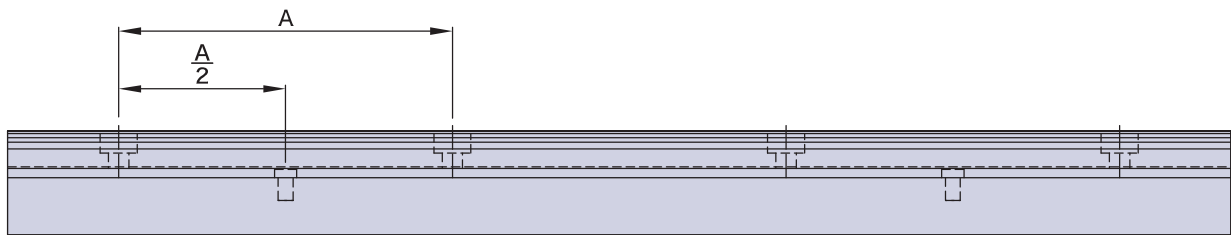

図1.3 ノックピンの使用位置
- 1.2 ノックピンを使用する場合、図1.3に示すように、ノックピンはレール取付穴の間に一つ置きに配置してください。短い長さのレールを取り付ける場合は、最低2本のノックピンを使用してください。